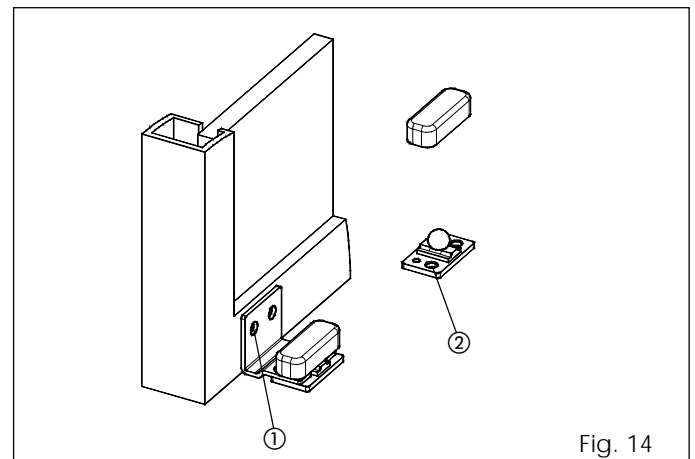

Fig. 14
- Fije los patines como se indica en la fig. 14 ref. ①.
- Fije directamente el patín al pavimento, como se indica en la fig. 14 ref. ② utilizando tacos y tornillos adecuados.